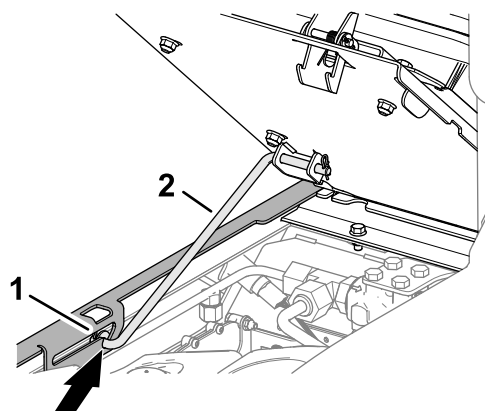

Figura 63
3. Assegure-se de que as barras de apoio assentam na ranhura da placa guia da barra (Figura 63).